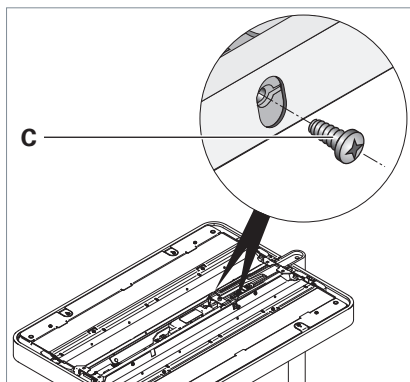

Fig. 21: Rimozione del fissaggio.
- Sfilare le due viti di fissaggio **C**, vedi Fig. 21.